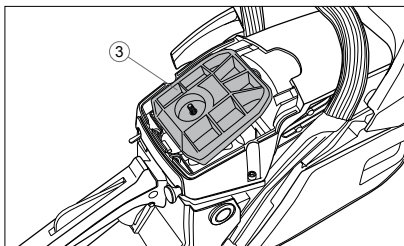

Рис. 25
2. Извлеките и прочистите воздушный фильтр 3 (рис. 25), слегка постукивая им по твердой поверхности. Продуйте изнутри сжатым воздухом (не более 2 бар).